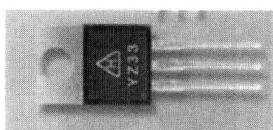

图 1-8 达林顿三极管
(7) 达林顿三极管。图 1-8 所示是达林顿三极管。达林顿三极管又称达林顿结构的复合管，有时简称复合管。这种复合管由内部的两只输出功率大小不等的三极管复合而成。根据内部两只三极管复合的不同可构成 4 种具体的达林顿三极管，同时管内还会有电阻。它主要作为功率放大管和电源调整管。